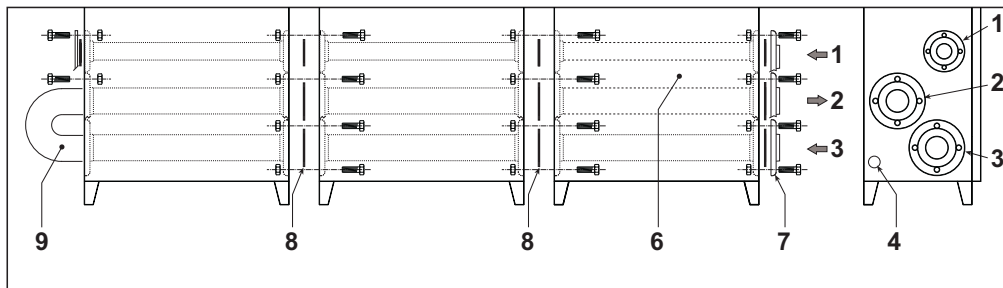

fig. 18
- Conectar el envío al retorno en el último módulo (fig. 18).